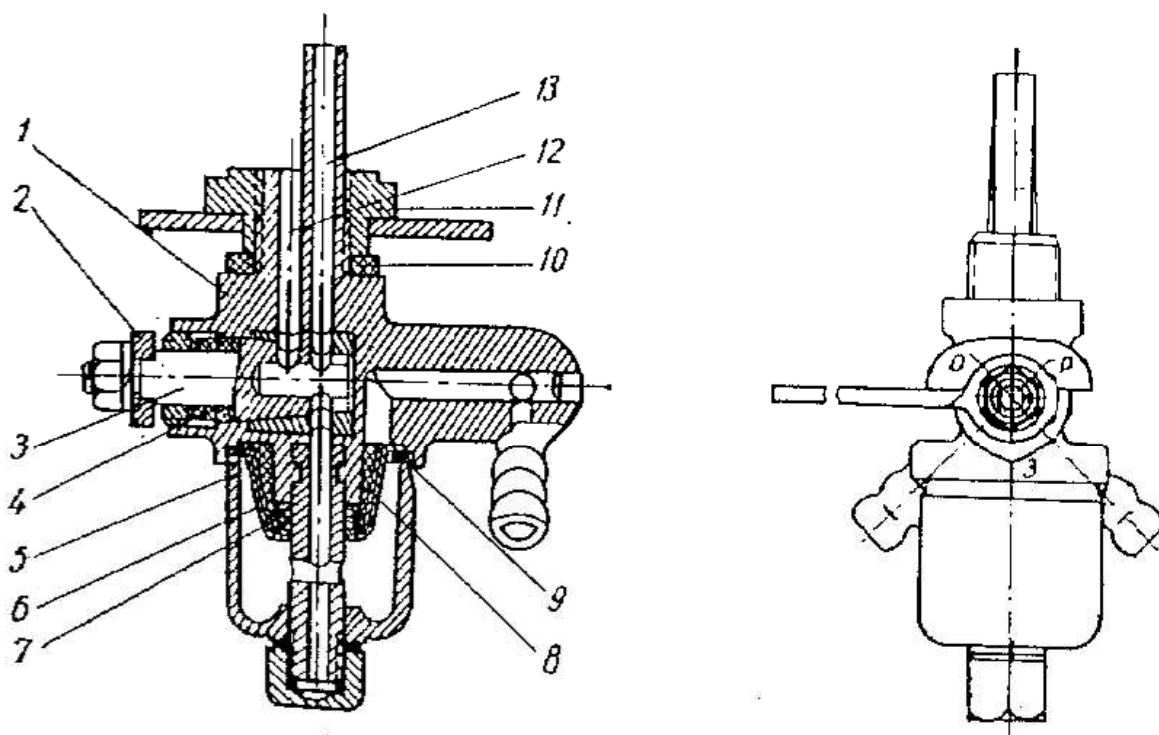
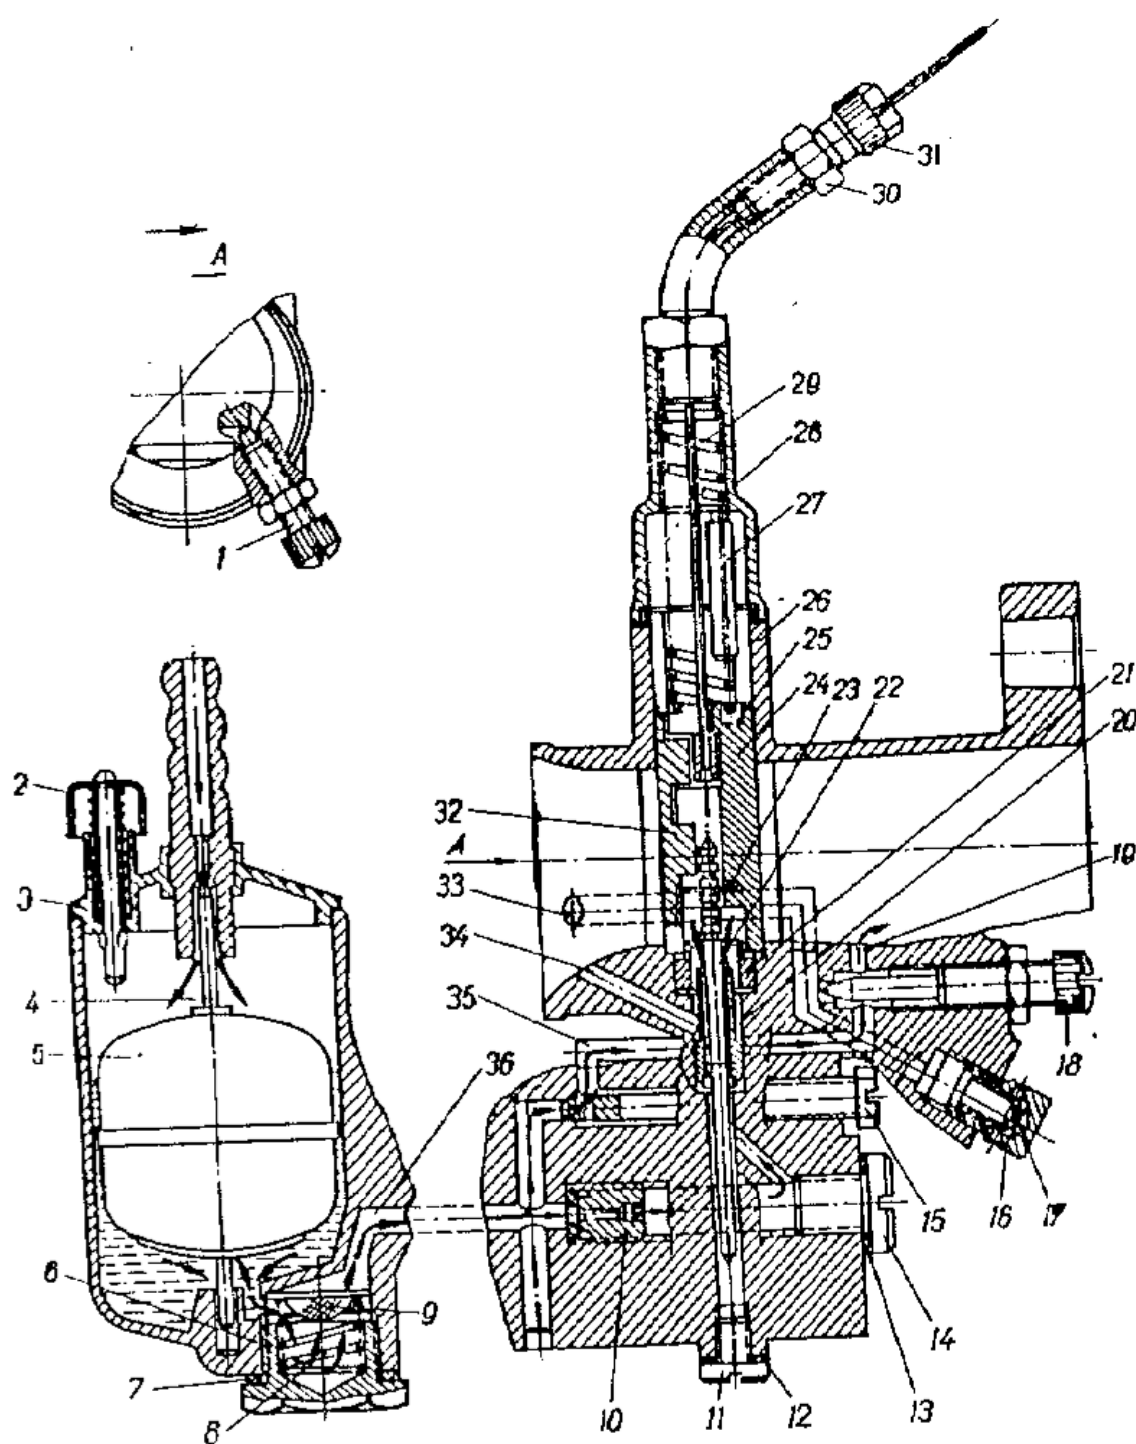

Рис. 5. Бензокраник:
Рис. 9. Карбюратор:
3. Открыть бензокраник (рис. 5) поставив его рукоятку в положение *О* — «открыто». Буквы на кранике обозначают: *З* — кран закрыт; *О* — кран открыт; *Р* — кран открыт на расходование резерва.
Для предохранения топливной системы от загрязнения в бензозкранике имеется сетчатый фильтр и отстойник 5 (рис. 5), а на пробку фильтра 6 (рис. 9) карбюратора надевается сетчатый топливный фильтр 9.
При разборке карбюраторов нужно отвинтить пробку 14 (рис. 9), вывернуть главный жиклер 10 и продуть его воздухом. Отвинтить пробку 6, вынуть топливный фильтр 9 и промыть его. Для чистки жиклера ни в коем случае нельзя применять стальную проволоку, так как это может вызвать изменение его сечения, а следовательно и нарушение работы карбюратора.
отпустить контргайку, крепящую винт 1 (рис. 9), и ввернуть последний настолько, чтобы дроссель был приподнят и двигатель давал повышенные обороты;